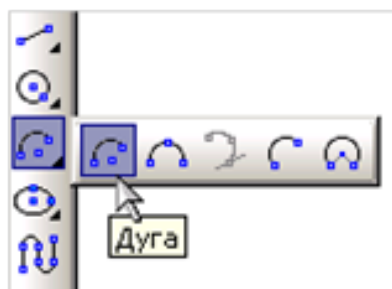

Рис. 2.4.9
6. Для побудови дуги використовується кнопка **Дуга**, розташована на інструментальній панелі **Геометрія** (рис. 2.4.9).